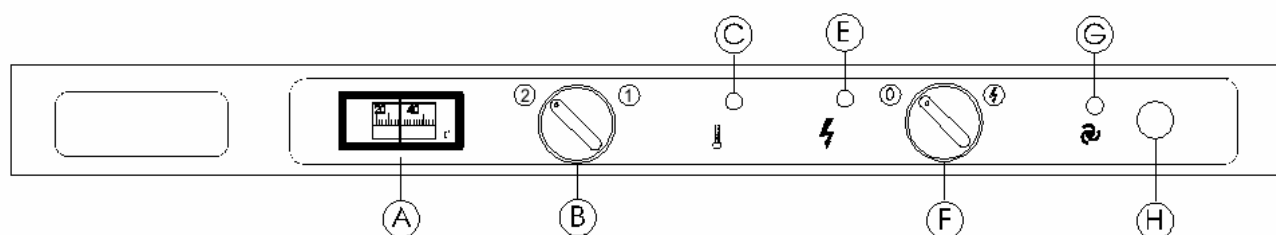

Fig. 1
Selon la figure 1, la mise en route se fait en tournant dans le sens d'une aiguille l'interrupteur (F) en position ⚡ du panneau de commande et est signalée par le voyant (E).